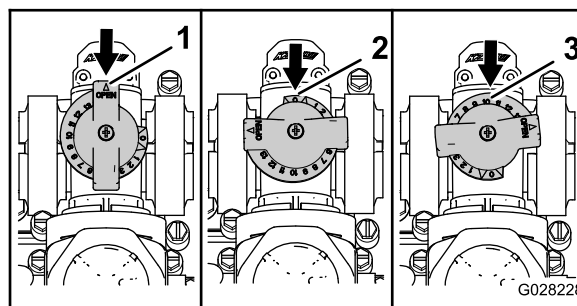

Figure 47
- La vanne de dérivation d'agitation est en position complètement OUVÈRTE comme montré en A sur la Figure 47.
- La vanne de dérivation d'agitation est en position complètement FERMÉE (0) comme montré en B sur la Figure 47.
- La vanne de dérivation d'agitation est en position INTERMÉDIAIRE (réglée en fonction du manomètre pour le système de pulvérisation) comme montré en C sur la Figure 47.